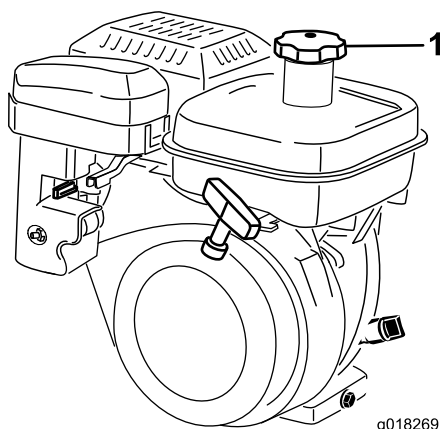

Bild 25
1. Reinigen Sie den Bereich um den Tankdeckel und nehmen den Deckel ab (Bild 25). Füllen Sie den Kraftstofftank nur bis zur unteren Kante des Filtergitters. Füllen Sie nicht zu viel ein.